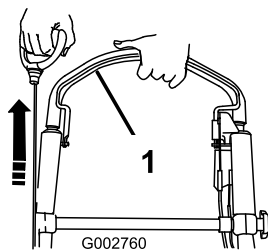

Figura 21
3. Sujete la barra de control de la cuchilla contra el manillar (Figura 21).
4. Arranque el motor con el arrancador (Figura 21).